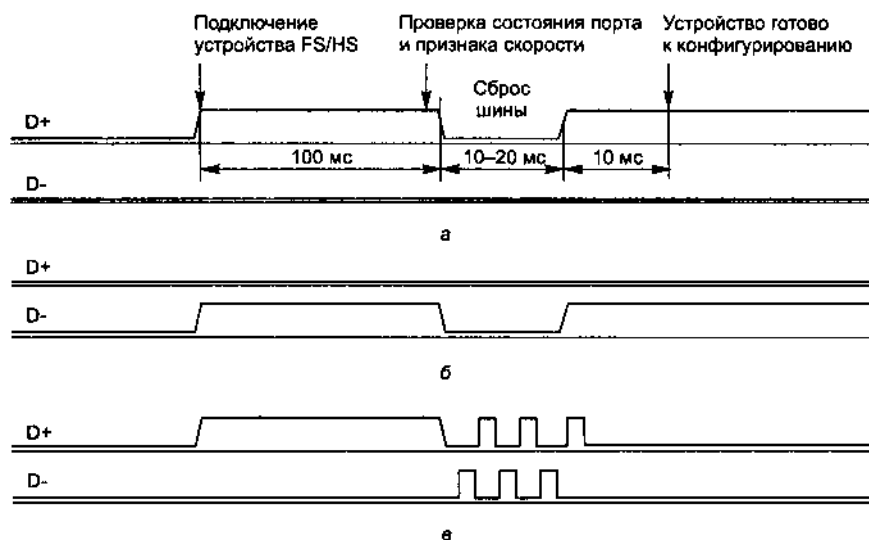

Рис. 17.7. Обнаружение подключения и сброса устройства: а — FS, б — LS, в — HS
*Последовательность обнаружения подключения и сброса* устройств FS и LS иллюстрируют рис. 17.7, *а* и *б* соответственно. Хаб следит за сигналами нисходящего порта и сигнализирует об их смене. После обнаружения факта смены состояния системное ПО выжидает около 100 мс (время на успокоение сигналов) и проверяет состояния порта. Обнаружив факт подключения и определив тип устройства (LS или FS/HS), ПО дает для этого порта команду сброса шины.
*Сброс шины для HS-устройства* (рис. 17.7, *в*) запускает протокол *согласования скорости*. При подключении, как и по сигналу сброса, HS-устройство устанавливает свои схемы в состояние FS. Таким образом, поначалу HS-устройство выглядит для хаба как FS-устройство. Для согласования скорости используется так называемое «чирикание» (chirp-sequence): в ответ на состояние *SEO*, введен